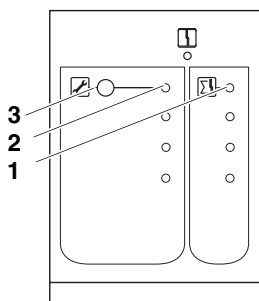

Fig. 2 Panou frontal, modul de funcții FM 448
Dacă în aparatul de reglare sau în sistemul de aparate de reglare interconectate a apărut un deranjament multiplu, se aprinde LED-ul "Deranjament multiplu" (Fig. 2, **Poz. 1**) de pe modul de funcții FM 448.
- Apăsăți tasata "Întreținere/restabilire semnal" (Fig. 2, **Poz. 3**), până ce LED-ul "Întreținere/restabilire semnal" (Fig. 2, **Poz. 2**) se aprinde, pentru deconectarea temporară a dispozitivului de semnalizare (maximum 2 ore).
Dacă instalatorul a activat funcția "Întreținere", se aprinde LED-ul "Întreținere/restabilire semnal" (Fig. 2, **Poz. 2**) pe modulul de funcții FM 448.
Puteți dezactiva imediat funcția "Întreținere" prin repetarea apăsării tastei (Fig. 2, **Poz. 3**).